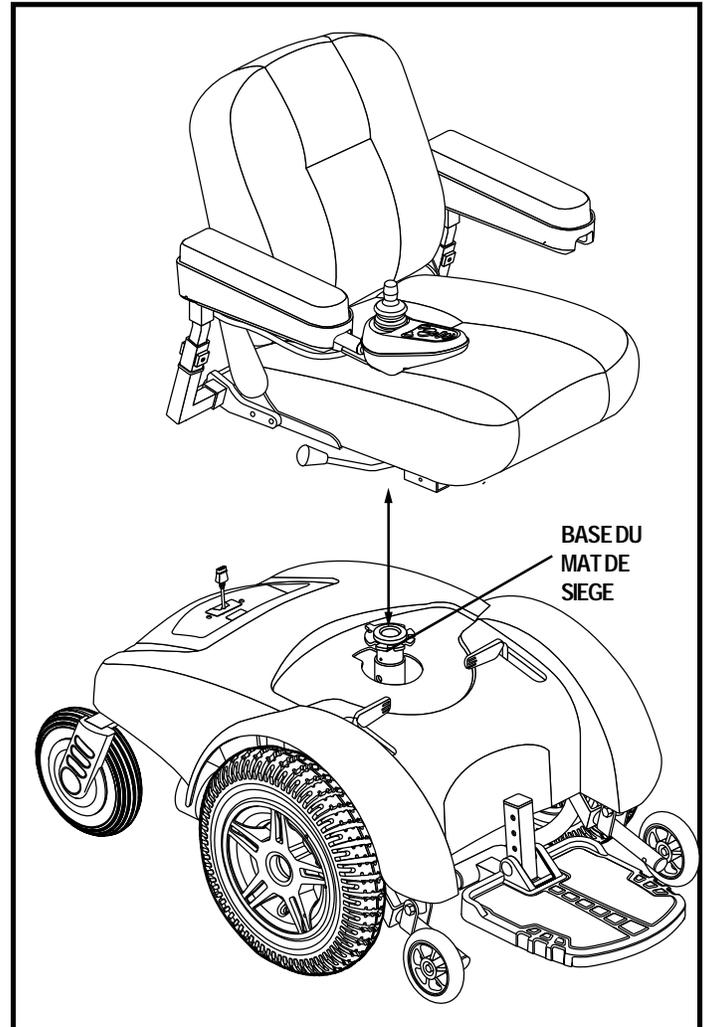

Figure 10. Installation du siège
1. Placez le siège sur la base du mât .Voir le figure 10.